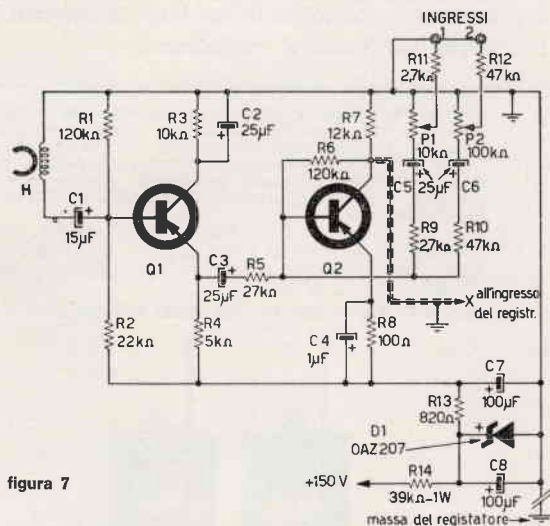

figura 7
In questo modo se ne partono bellamente le alte frequenze, e il suono risultante è tutto distorto; inoltre non si può regolare il livello della seconda incisione; vi pare bello? A me no, per cui ecco il circuito di figura 7 che non è altro se non un simpatico « MIXER », da montare « direttamente » nel registratore, alimentato « direttamente » da un qualsiasi punto che abbia dai 130 ai 160 V di anodica, collegato « direttamente » alla testina C, e ingressi « diretti » e miscelabili, uno a bassa (1) e uno ad alta (2) impedenza, in modo da poter collegare contemporaneamente due microfoni (o altre sorgenti) diversi. Avete visto che tempesta di « direttamente »? Sarà, ma a me piace fare le cose « direttamente », senza ragnatele di fili volanti (...e se poi salta fuori un « ragno a transistor »?).